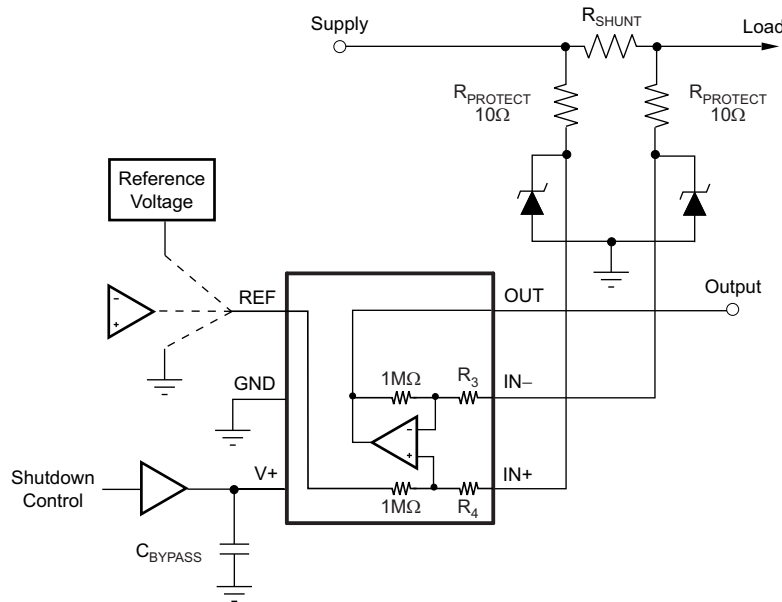
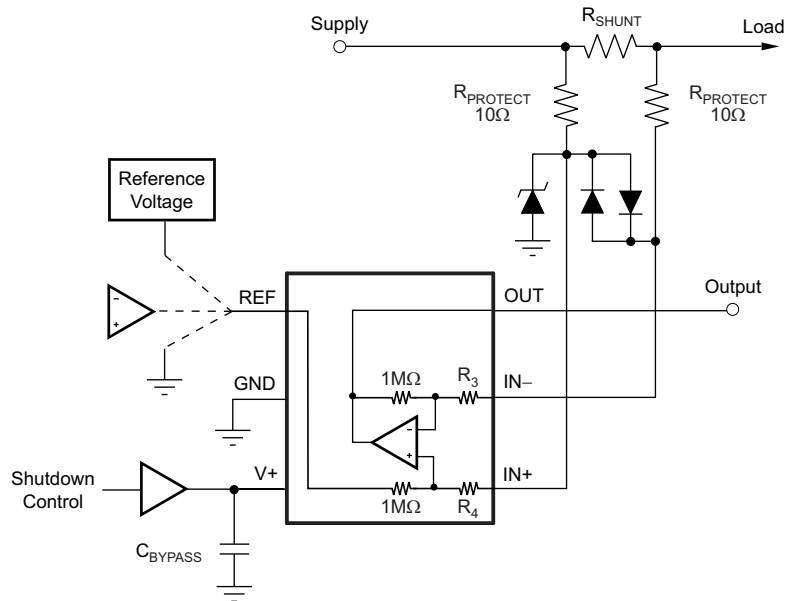

图 24. 使用双齐纳二极管的 INA199 瞬态保护
图 25. 使用一个单 Transzorb 和输入钳制来实现 INA199 瞬变保护
借助少量的额外电路，INA199 系列可用于瞬变高于 26V 的电路中，例如车载应用。只使用齐纳二极管或者齐纳类型瞬态吸收器（有时是指瞬变电压抑制器 (Transzorb)）；任何其它类型的瞬态吸收器有一个无法接受的时间延迟。从添加一对图 24 中所示的电阻器作为齐纳二极管的工作阻抗开始。需要将这些电阻器的值保持在尽可能小，大多数情况下大约为 10Ω 。可使用会对增益产生影响的更大的电阻值，在输入滤波部分对这个影响进行了讨论。由于这个电路只限制短期瞬态，一个 10Ω 电阻器连同可找到的最低额定功率的传统齐纳二极管可以满足很多应用的要求。这个组合使用最少的电路板空间。这些二极管可在小至小外形尺寸晶体管封装 (SOT)-523 或者小外形尺寸二极管封装 (SOD)-523 的封装中找到。
如果低功耗齐纳二极管不具有足够的瞬态吸收能力而必须使用一个更高功耗的瞬变电压抑制器的话，那么最有效封装解决方案是在器件输入之间使用一个单瞬变电压抑制器和背靠背二极管。这个方法显示在图 25 中。最有效利用空间的解决方案是在一个单 SOT-523 或者 SOD-523 封装内的双串联二极管。在图 24 和图 25 中所示的示例中，带有所有保护组件的 INA199 所需的电路板面积少于一个小外形尺寸 (SO)-8 封装的面积，并且只稍微大于一个微型小外形尺寸 (MSOP)-8 封装的面积。